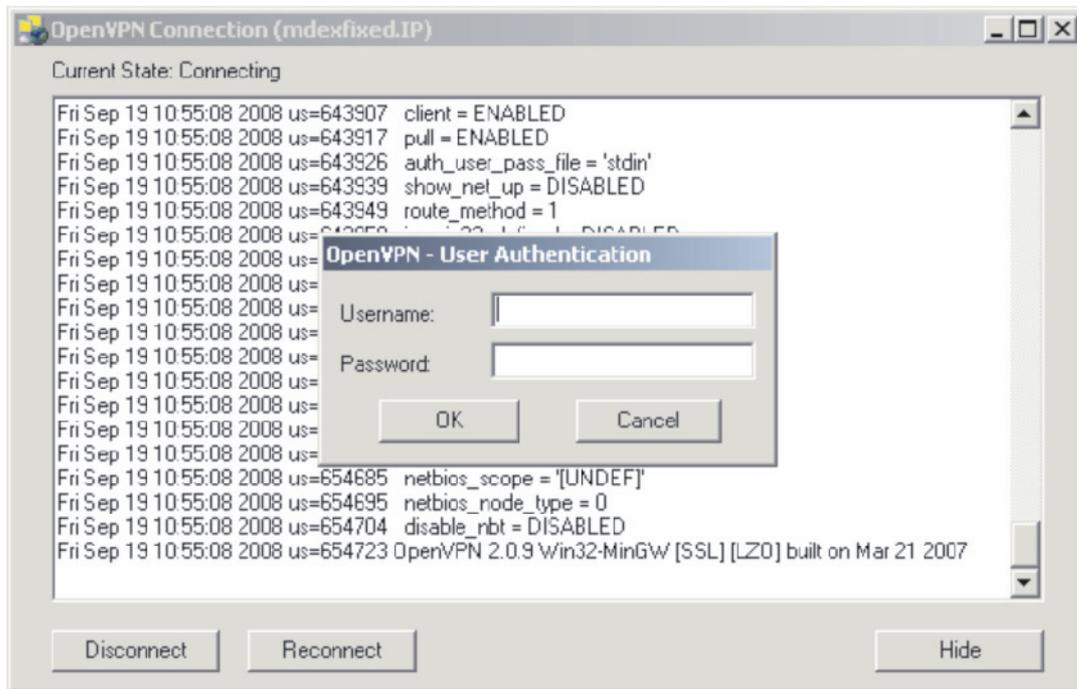

Abbildung 16 OpenVPN-Verbindungsaufbau
2. Usernamen und Passwort eingeben (Abbildung 16). Beides stellt der Anbieter des VPN-Servers zur Verfügung.